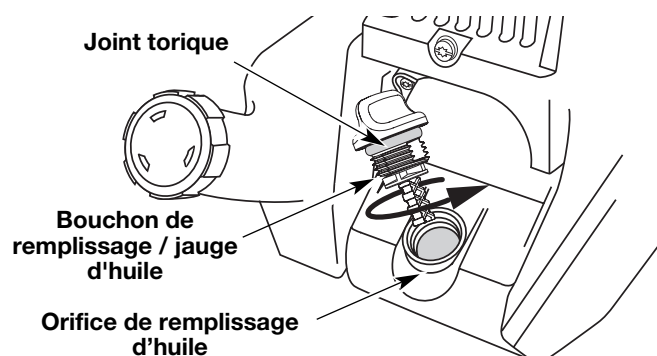

Fig. 16
6. Si le niveau est trop bas, ajoutez un peu d'huile par l'orifice et revérifiez (Fig. 16). Continuez jusqu'à ce que le niveau d'huile atteigne le haut de la jauge.